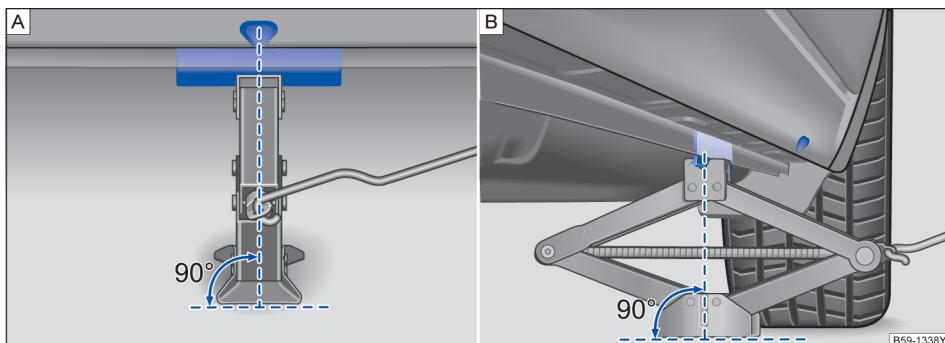
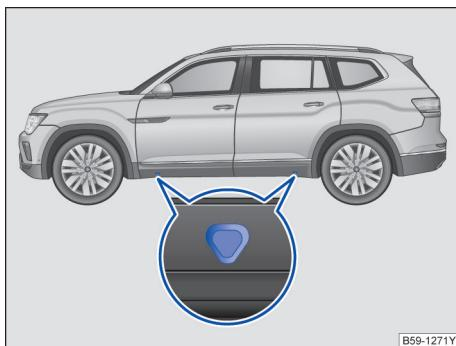

图 233 将千斤顶放在汽车左后侧
图 234 汽车千斤顶的支撑点
汽车千斤顶只允许放置在图示支撑点（车身上的标记）处→图 234 或→图 233。在每个车轮旁都有相应的支撑点→▲。
5. 在车身底部下方找到靠近更换的车轮侧的千斤顶支撑点→图 234。